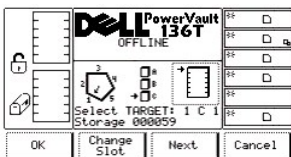

Abbildung 37. Dialogfeld "Command" > "Move" > "Position Picker" > "Change Slot"
- 1 Wenn die Taste unter dem Softkey **Next** gedrückt wird, wechselt der aktuelle Quellenparameter von "Magazin" zu "Slot", und das Dialogfeld "Change Slot" wird angezeigt. (siehe Abbildung 37).